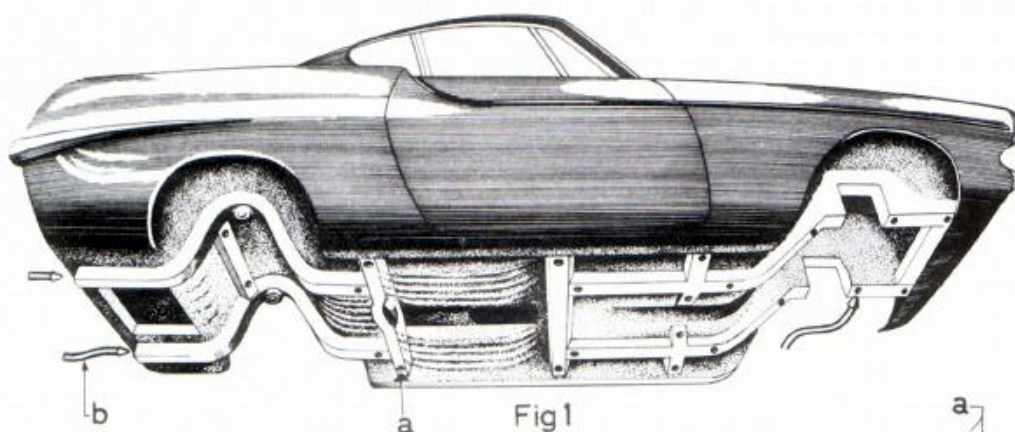

Fig 2
- a. På den ränna som bildas av bakskärm - bakre golv, fig 2 skall gummlisten demonteras.